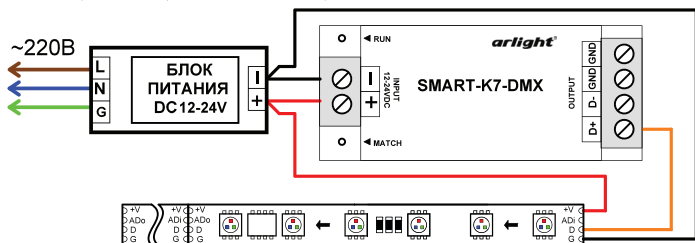
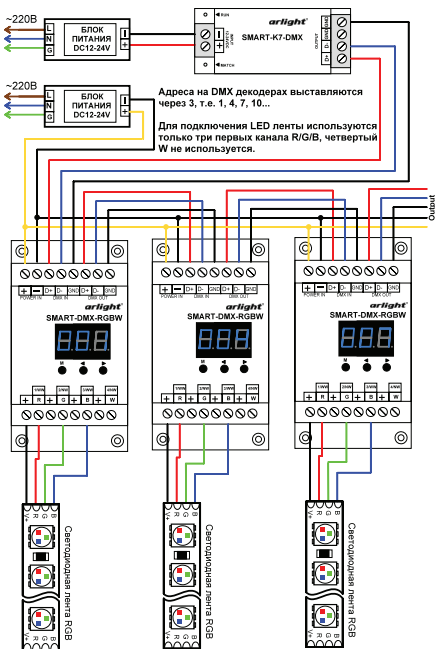

Рис.1. Схема подключения светодиодной ленты с DMX управлением на чипах WS2821.
Рис.2. Схема подключения контроллера с использованием DMX декодеров и RGB ленты.
- 3.3. Подключите оборудование согласно используемой схеме (Рис.1, Рис.2) Соблюдайте полярность и порядок подключения проводов к клеммам.